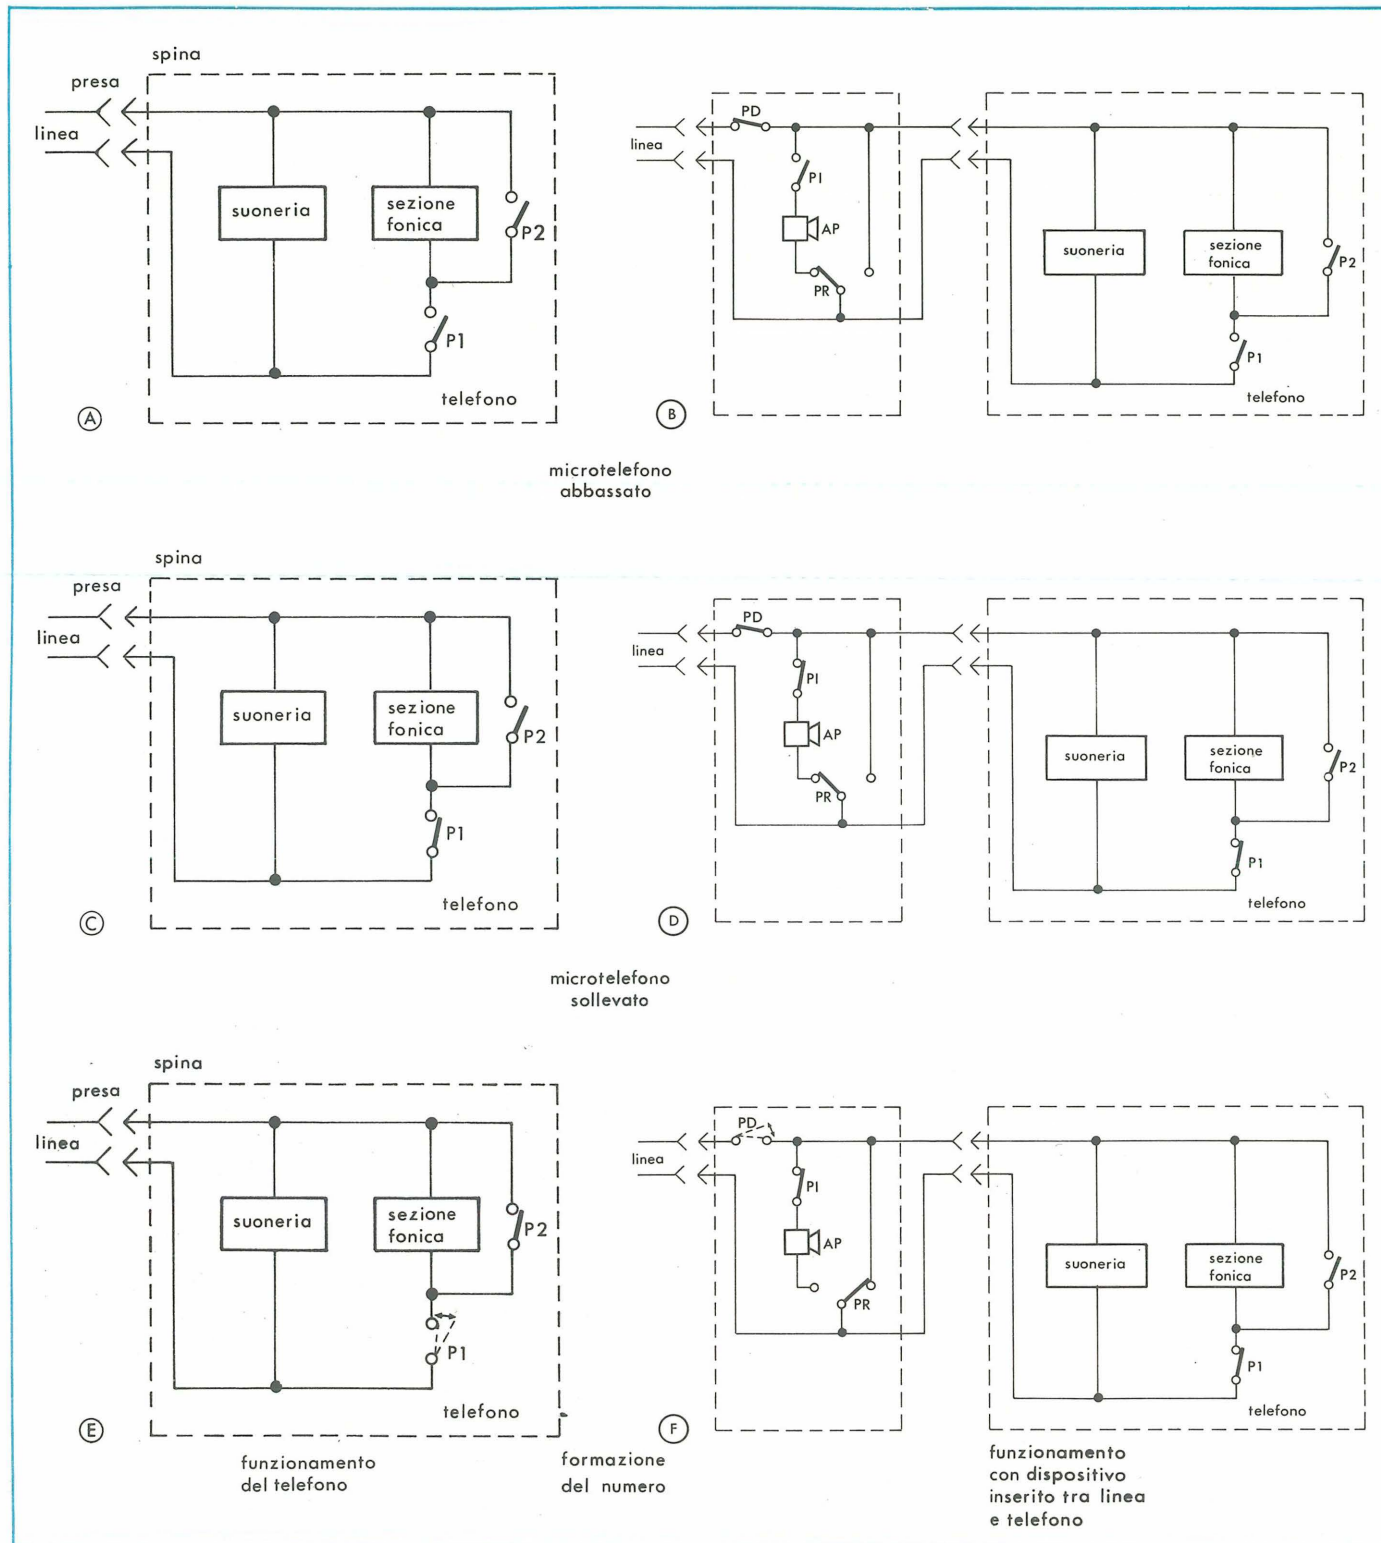

Figura 4 - Funzionamento del telefono.
In A, C ed E di Figura 4 si possono vedere i tre possibili stati del telefono, mentre in B, D ed F come sono realizzati con un dispositivo esterno collocato tra linea e apparecchio telefonico. PD e PR sono due pulsanti aggiuntivi inseriti nel dispositivo. AP è un amplificatore telefonico che si inserisce in linea
gio in B, D ed F di Figura 4. D1, D2, D3 e D4 esplicano una funzione esclusivamente protettiva. Infatti, anche ammettendo che vengano scambiati tra loro i due capi del doppino telefonico, essi provvederanno a fornire le giuste polarità al dispositivo, che di per sé è polarizzato facendo uso di transistor.
- 1) Il bit D0 della porta 2 viene portato a livello logico 1 allo scopo di chiudere l'interruttore elettronico PD costituito dai due transistor TR1-TR2. Il telefono è ora connesso con la linea telefonica (stato B di Figura 4).